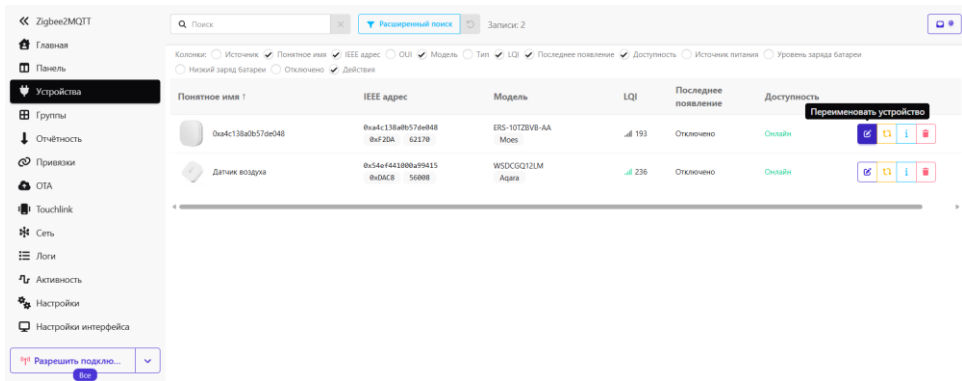

Рис. 3.34. Раздел «Устройства» Zigbee2MQTT
- Присоединенные устройства можно переименовать в разделе “Устройства” (рис. 3.34).